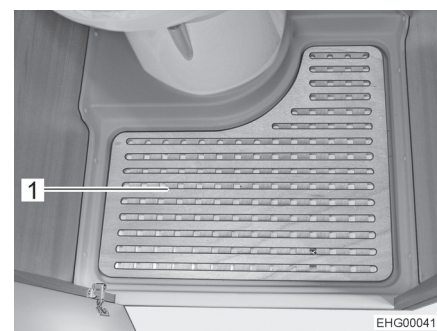

Fig. 80 Placa del fondo de quita y pon
- Quitar la placa del fondo de quita y pon (Fig. 80,1) para ducharse.